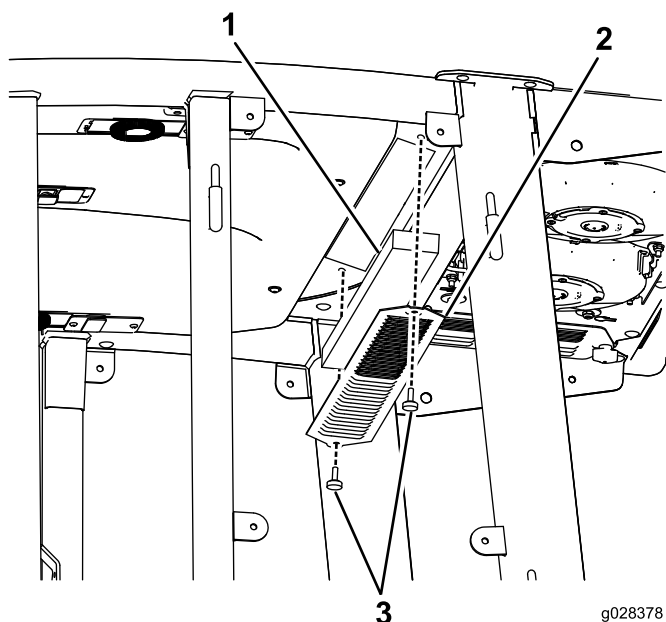

Figura 52
1. Remova os parafusos e as grelhas dos filtros de ar interior e traseiro da cabina (Figura 52).